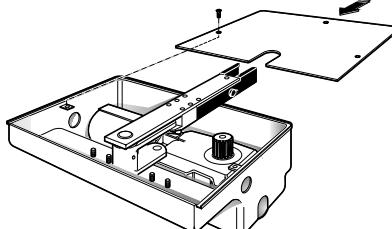

Fig. 15
- 4) Fissare il coperchio della cassetta tramite le viti in dotazione (fig. 15).